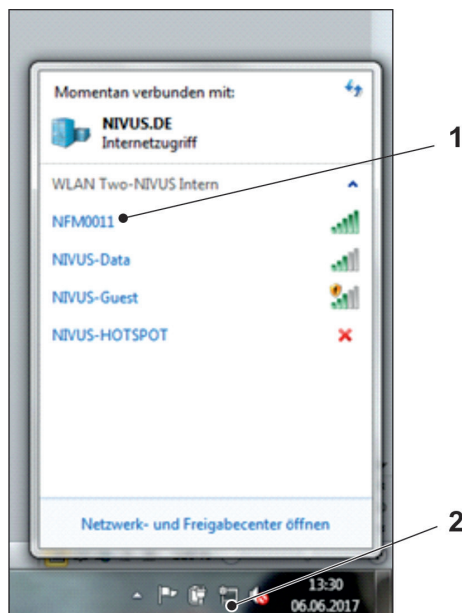

Abb. 29-21 (WLAN-)Netzwerk-Liste
2. Auf die Übersicht der zur Verfügung stehenden (WLAN-)Netzwerke (Abb. 29-21 Pos. 2) gehen.
3. In der WLAN-Liste das NFM (Abb. 29-21 Pos. 1) mit der entsprechenden SSID (Auslieferungszustand = Seriennummer) anwählen.